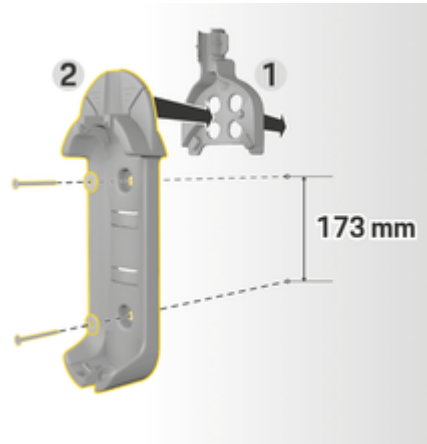

Bild 6: Borrmått
3. Tryck in vägghållaren (basutförande) 2 (Bild 6) i kabelhållaren 1 (Bild 6) framifrån.